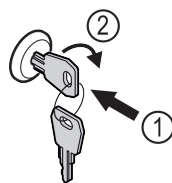

Fig. 171
- Sätt in nyckeln. Fig. 171 (1)
- Vrid nyckeln 90° medurs. Fig. 171 (2)